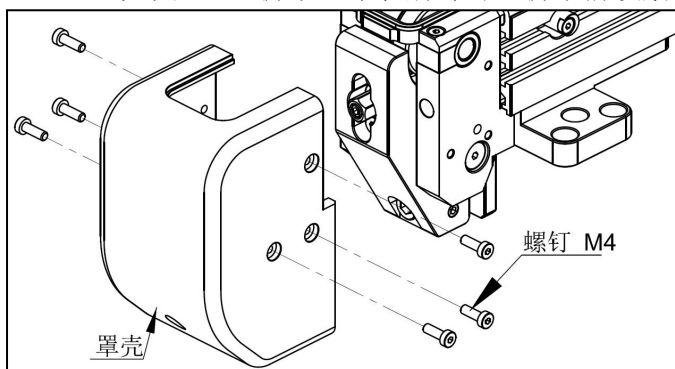

图 9-4
- (4) 如图 9-4，拆下罩壳两侧 6 个 M4 螺钉，取下罩壳。